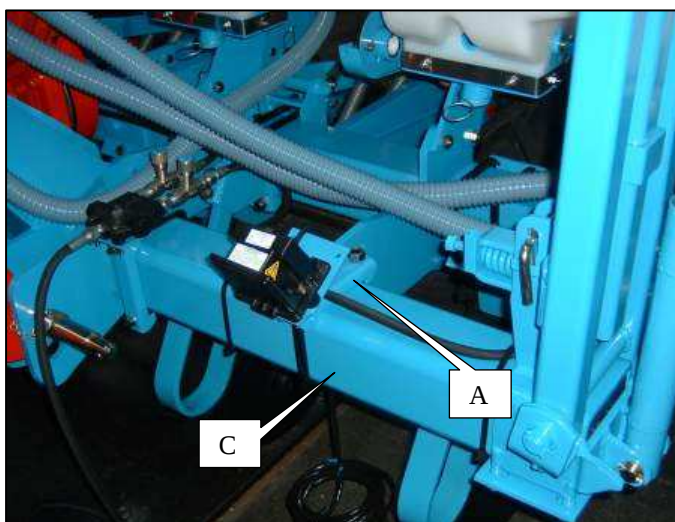
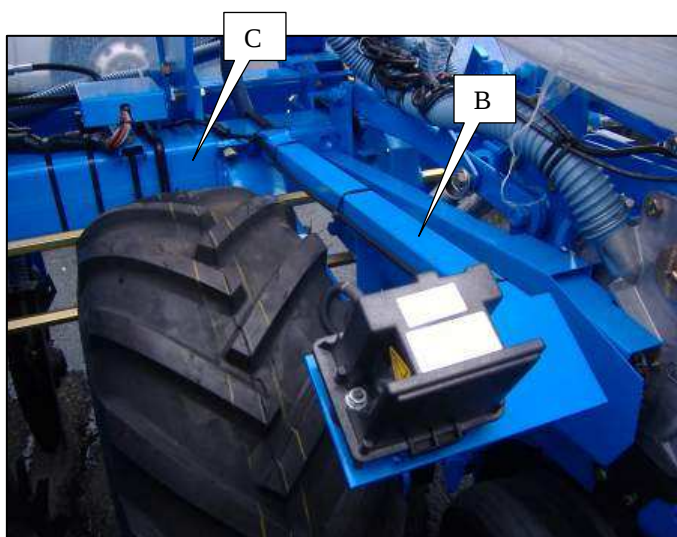

Fig. 1
Fig. 2
- Ajustar la posición del captador con las dos tuercas de bloqueo A (fig. 2) de tal manera que **el extremo del captador se encuentre a una distancia de 3 a 5 mm de la arista del árbol hexagonal.**
-**Nei modelli MECA V4, MS, NC e NG+**, montare la scatola sensore E (fig. 2) sulla trave del telaio con la staffa e i chiodi forniti in dotazione.
-Aggiustare la posizione del sensore con le due viti di fissaggio A (fig. 2) in modo tale che **l'estremità del sensore si trovi a 3-5 mm dall'arresto dell'albero esagonale.**
Le kit de montage comprend un support de fixation sur semoir A (Fig.1) ou un support de fixation sur bloc roue B (Fig.2)
-Installer le support sur le châssis du semoir C (voir Fig.1 et 2).